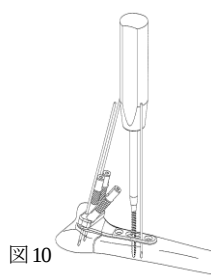

図10
- 10) 患者の骨質が硬い場合には、2.7コーティカルスクリュータップ (グリップ型) を用いて、イメージ下で手動的にプレータップを行います。（図10）